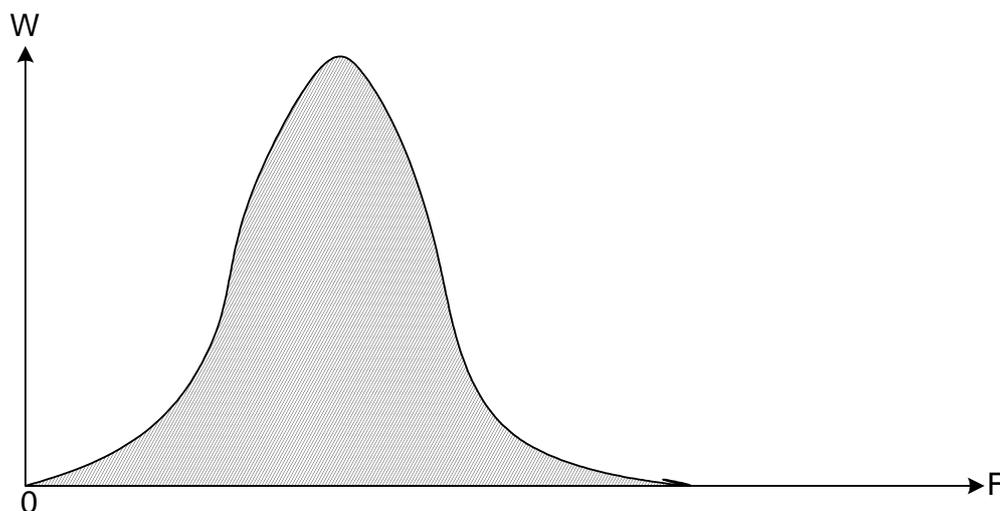

Рисунок 1
11.1 На лицевой панели ПБ модели 01.011.1 (смотри рисунок В.3 приложения В) находятся графический дисплей и кнопка выбора параметров. В модели 01.012.2 ту же функцию выполняет окно программы доплеровского расходомера “doppler.exe” (смотри рисунок 1 и рисунок 4 в разделе 5.1).